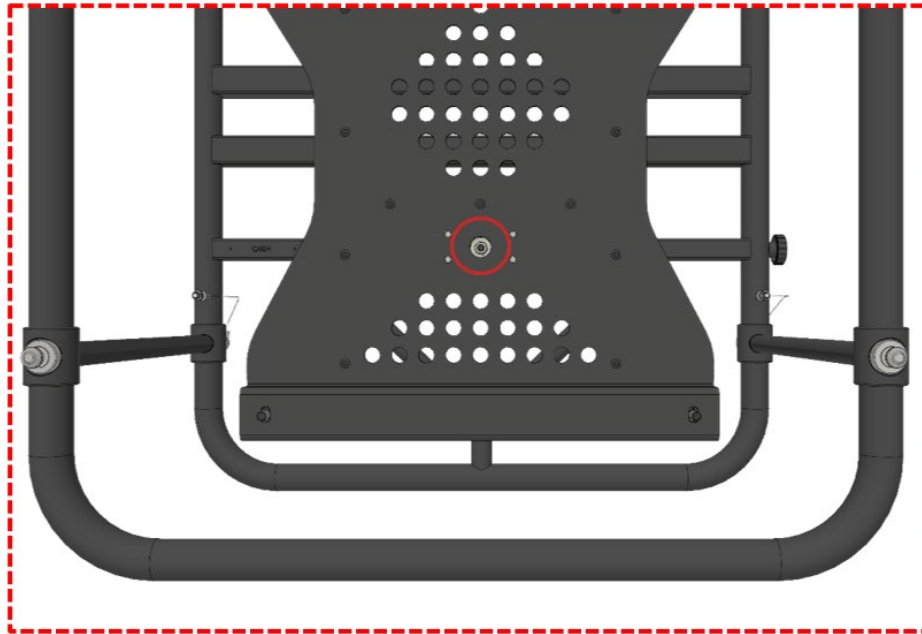

Abbildung 16 Mutter auf der mittleren Oberseite, die mit rotem Wachs versiegelt ist
- Auf die drei Schrauben und Muttern auf den beiden obigen Bildern (Abbildung 17 und Abbildung 16) ist rotes Siegelwachs aufgetragen, um sicherzustellen, dass die Muttern immer in derselben Position sind und niemand versucht sie festzuziehen oder zu lösen.
Bis auf die drei im vorigen Abschnitt beschriebenen Muttern (siehe Abbildung 17 und Abbildung 16) kontrollieren Sie bitte mit entsprechendem Werkzeug, dass alle anderen Schrauben fest angezogen sind.